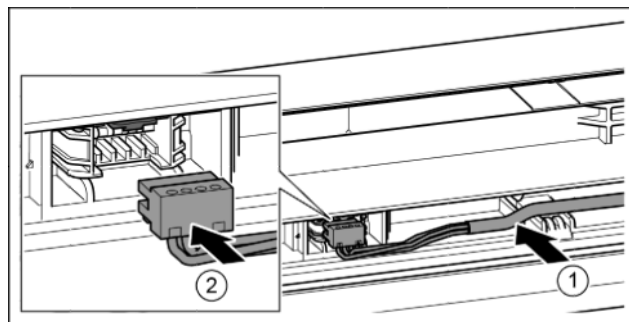

Fig. 41
- ▶ Šedý kabel vložte do vedení v horních dvířkách. Fig. 41 (1)
- ▶ Zaklapněte zástrčku. Fig. 41 (2)